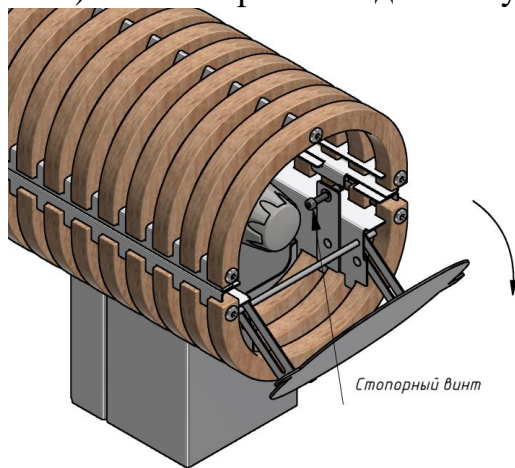

Рисунок 2
2) Откройте крышку (рис.2), расположенную с торца конвектора.
3) Открутите стопорный винт (рис.2) так, чтобы он не блокировал снятие верха корпуса.
- 8) Заверните стопорный винт (рис.2)